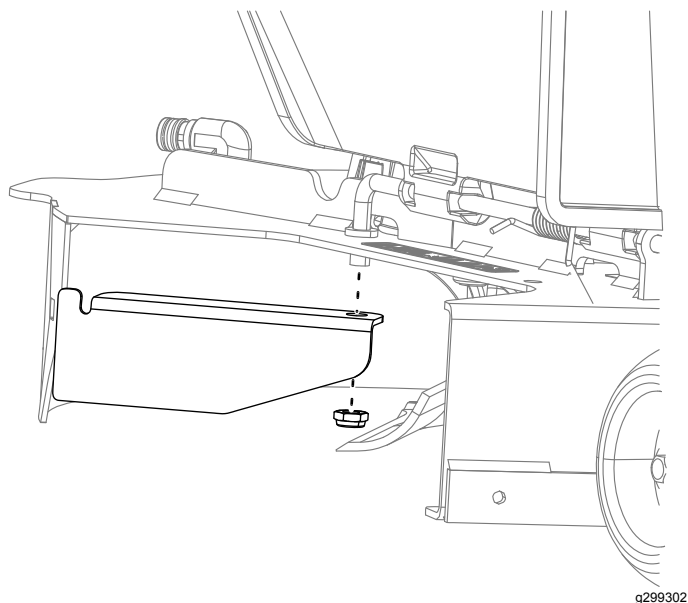

Figura 19
2. Instale o novo abafador pequeno no mesmo local no cortador que o abafador removido anteriormente (Figura 19).